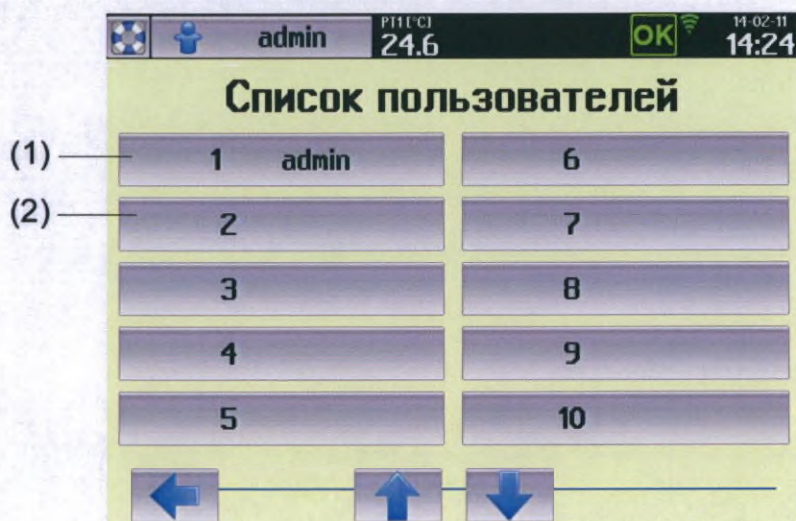
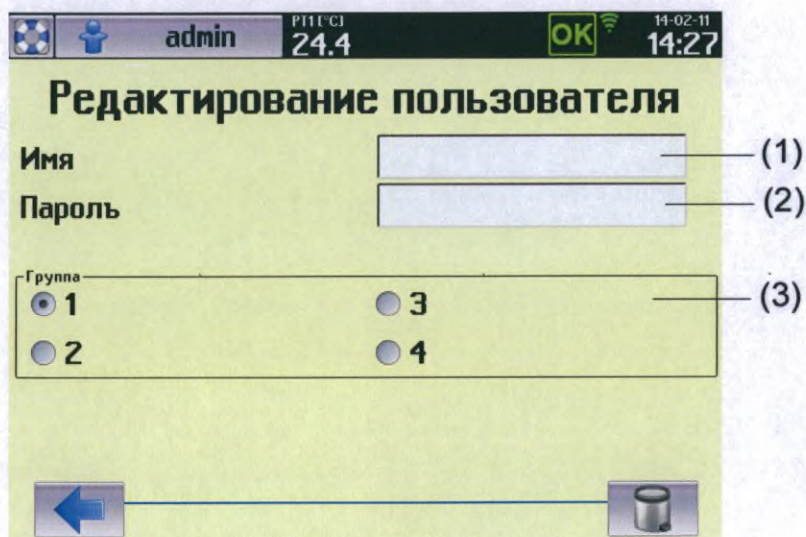

рис. 17
рис. 18
После нажатия данной кнопки отобразится список всех пользователей, см. рис. 17. Затем можно создать логины и пароли для каждого пользователя (рис. 18).
Кнопки 2 – 100 предназначены для создания логинов и паролей операторов. См. рис. 18.
Редактирование отдельных пользователей. См. (2), рис. 17.